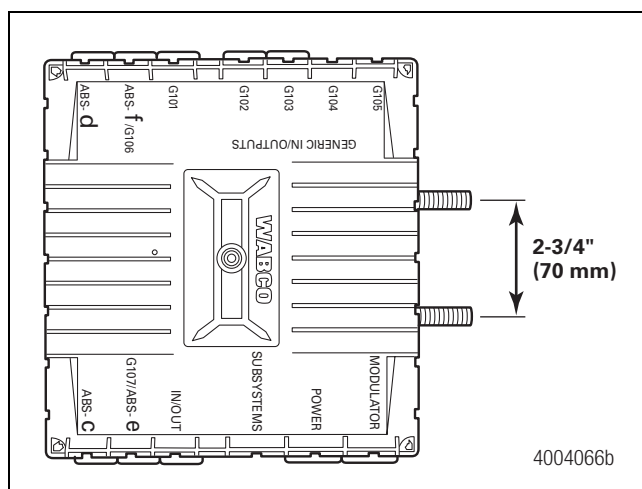

Figura 6.5
- Fijelo a la viga transversal. La distancia de centro a centro entre los dos orificios debe ser de 2-3/4 pulgadas (70 mm) y debe montarse directamente a una estructura rígida. Figura 6.5.